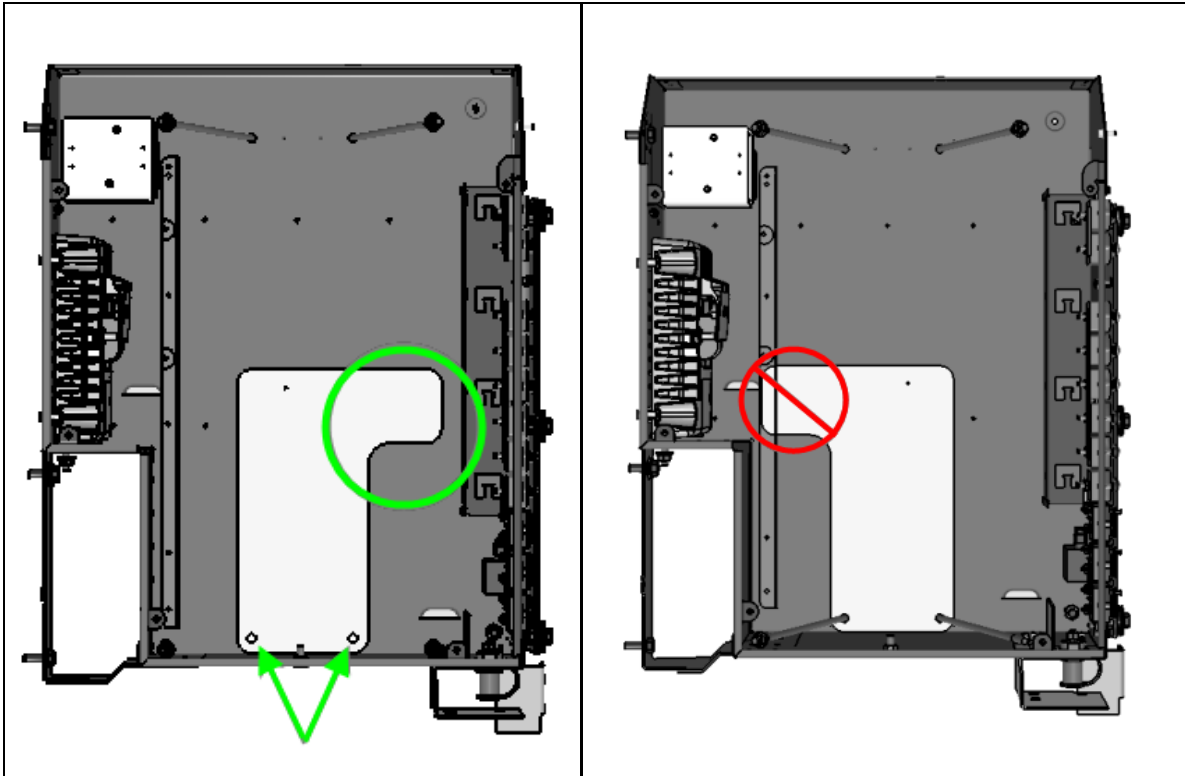

Fig.4 Gabarit de perçage correctement positionné (Gauche) et incorrectement positionné (Droit)
- Fixer le gabarit de perçage au fond de la boîte à batteries en utilisant les perçages pour les tiges de barres de fixation (Fig.4 ci-dessous)